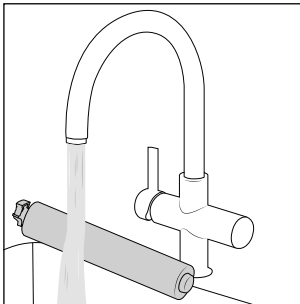

Fig. 35
- ◆ Limpe a proteção contra salpicos **7** e o rolo de escova **6** com água corrente quente (ver fig. 35).